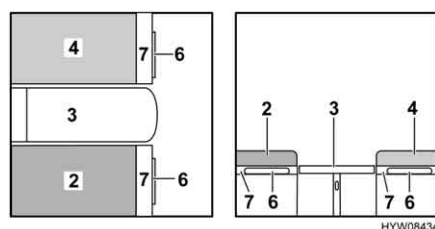

Fig. 65 Durante la trasformazione
- Posizionare i due piani d'appoggio dei cuscini (Fig. 65,7) sulle prolunghe dei sedili. I paracolpi di gomma sul lato inferiore impediscono ai piani di appoggio dei cuscini di scivolare.